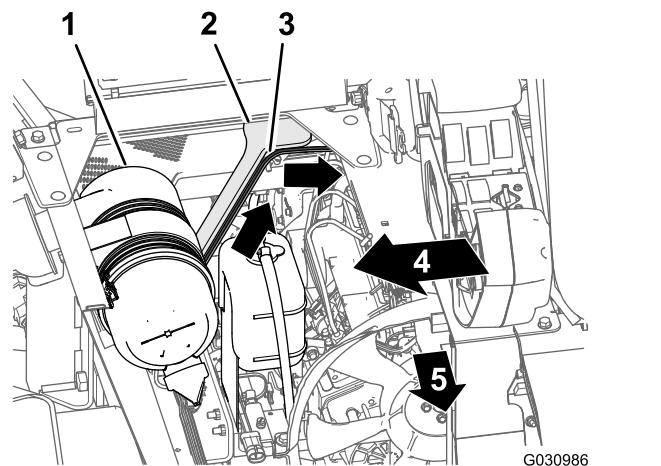

Figure 109
- Acheminez la branche de 165 cm du faisceau de câblage vers le haut et dans l'arrière du compartiment moteur, le long du support droit du carénage du moteur, devant le conduit qui relie le filtre à air et le moteur (Figure 109).